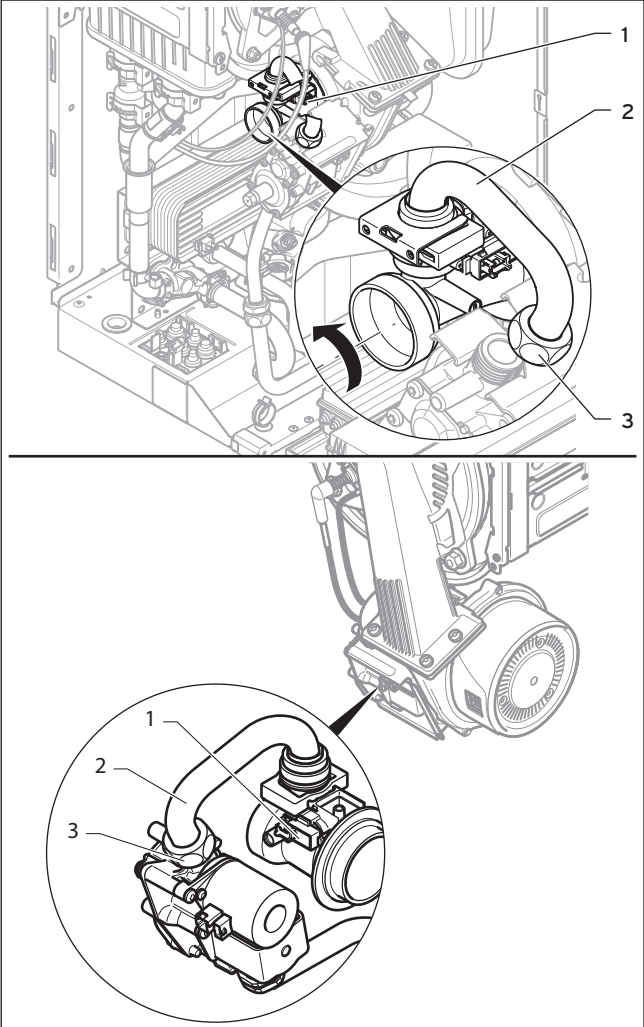

Fig. 2.1 Sustitución del tubo de Venturi y del sensor del caudal másico
- Extraiga el conector del sensor del tubo de Venturi (1, Fig. 2.1) presionando las pestañas de encaje.
- Desenrosque la tuerca de racor (3) del tubo de conexión de gas (2) de la valvulería del gas.